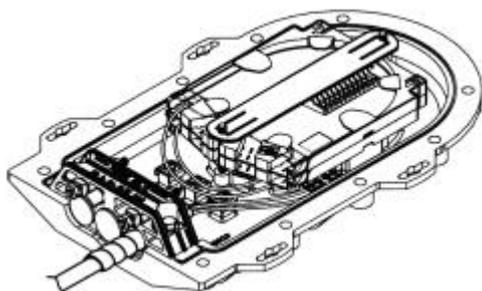

Figura 16 – Bandejas instaladas
8.04 Finalmente acomode as bandejas nos parafusos que ficam fixados na parte inferior da caixa, com os "slots" voltados para o cabeçote (figura 16).